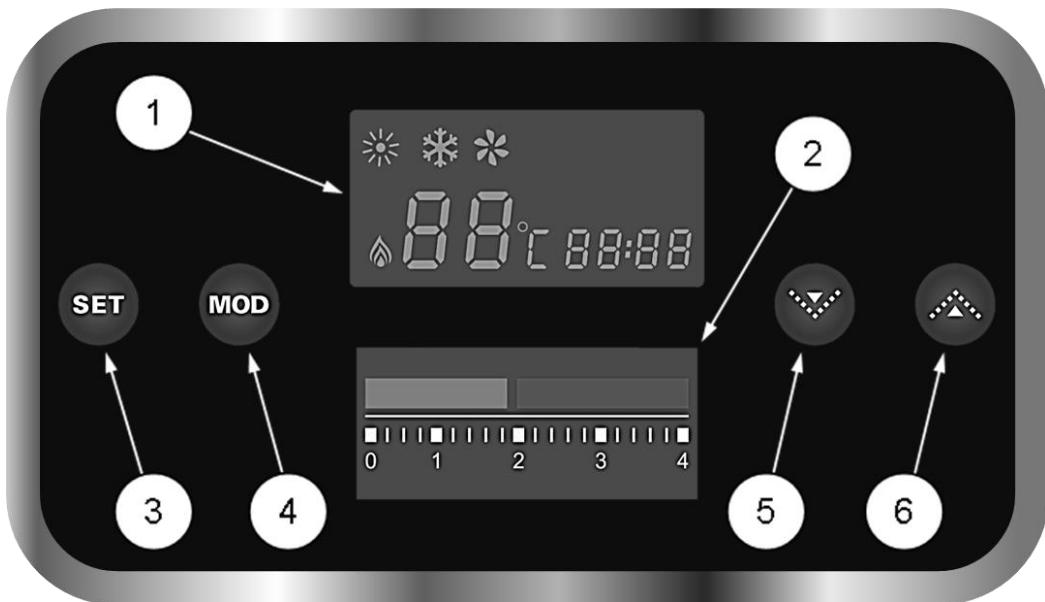

Рис. 11 Панель управления котлом
На передней (лицевой) панели котла расположена панель управления котлом (См. Рис. 11).
- Проверьте по манометру (См. Рис. 11) на панели управления котлом давление теплоносителя (OB) в котле и СО. Давление должно быть в пределах от 1,3 до 1,5 бар.